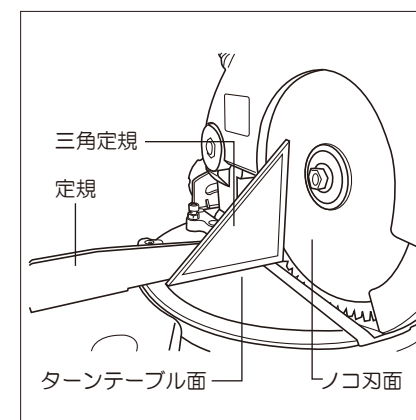

図16
- ④ターンテーブル面とノコ刃の側面に三角定規を立てて当て、ターンテーブル面とノコ刃の刃面が直角になるまで直角位置調整六角穴付ボルトを回して調整してください。(図16参照)
- ⑤直角になりましたら傾斜角度固定ノブを締めて本機を固定し、直角位置調整六角穴付ボルトのゆるみ止めナットを締め付けてください。